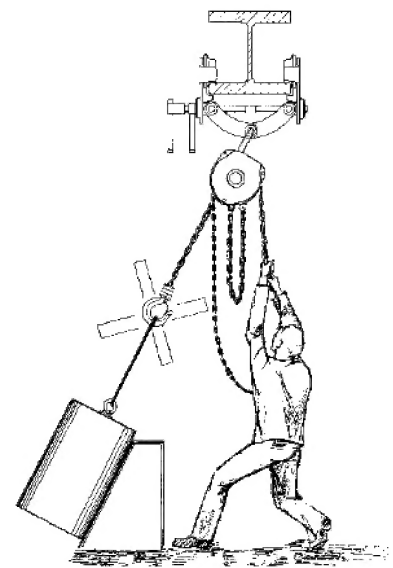

FIG. 5
- * ne jamais tirer en biais; efforts latéraux sur la barre de suspension et les flasques interdits (fig.5).
La charge doit être suspendue au centre, partie la plus fine de la traverse de suspension. La traction en biais est interdite et peut provoquer une déformation des flasques, flasques latérales et traverses de suspension (voir fig. 5).